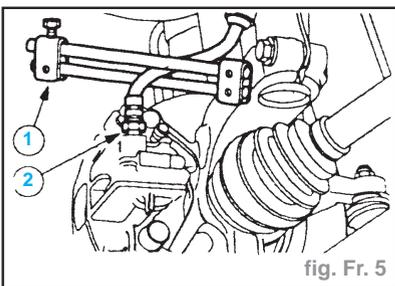

fig. Fr. 5
- Desserrer le flexible de frein (fig. Fr. 5) :
- poser une pince sur le flexible de frein (1),
- desserrer le raccord de flexible de frein (2).